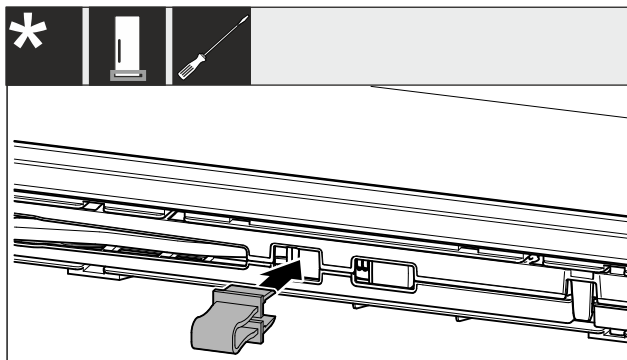

Fig. 4
- ▶ Nofiksējiet aizturi atverē Fig. 4 ().